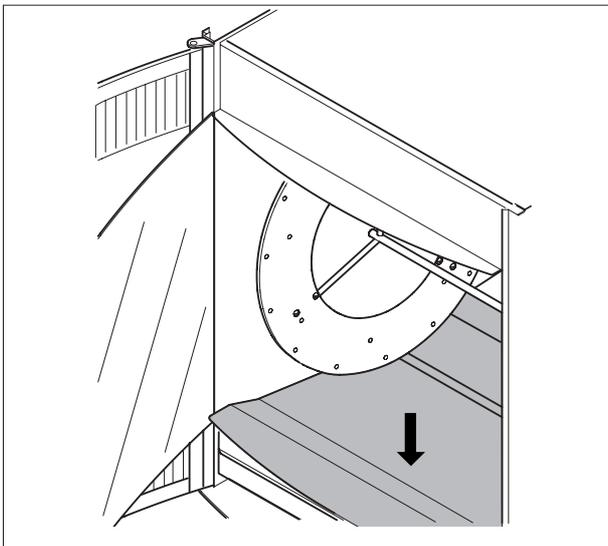

Figura 2.1
- Coloque las placas del fondo en la cámara de asado del STG (véase figura 2.1).